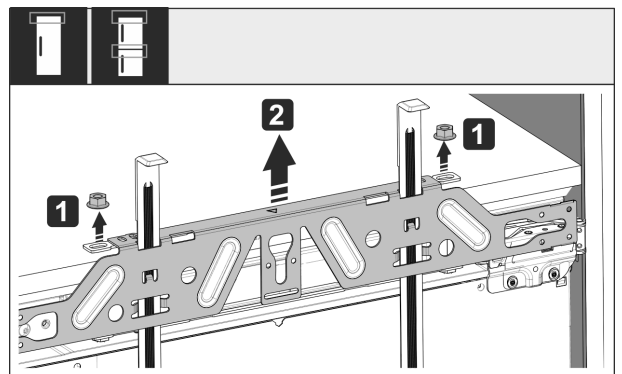

Fig. 50
- Loosen locknuts Fig. 50 (1).
- Remove crosspiece Fig. 50 (2).